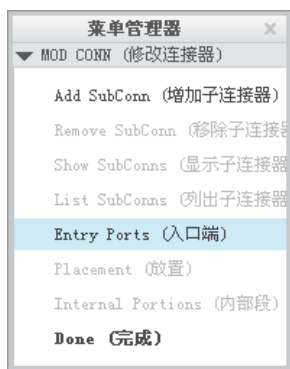
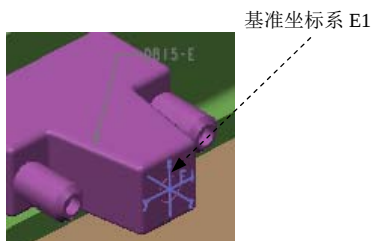

图 17.2.7 “修改连接器”菜单管理器
图 17.2.8 指定入口端
(3) 指定入口端。此时系统弹出图 17.2.7 所示的“修改连接器”菜单管理器，选择 **Entry Ports (入口端)**  **Add/Modify (增加/修改)** 命令，选取图 17.2.8 所示的连接器 1 中的基准坐标系 E1 为入口端。